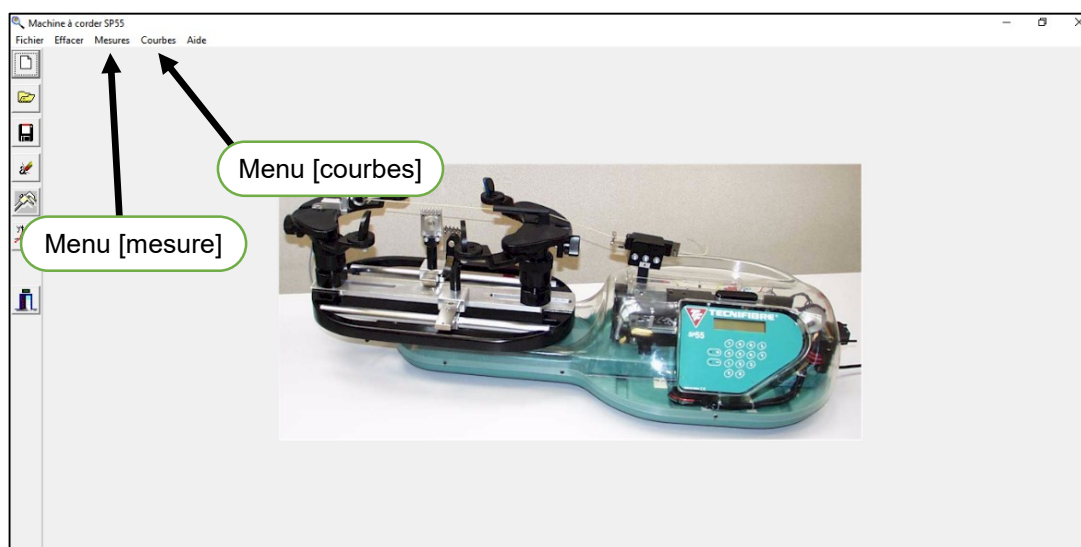

Figure 3 : page d'accueil du logiciel SP55
- cliquer sur le menu [Courbes] (figure 3), la fenêtre de la page suivante apparaît.